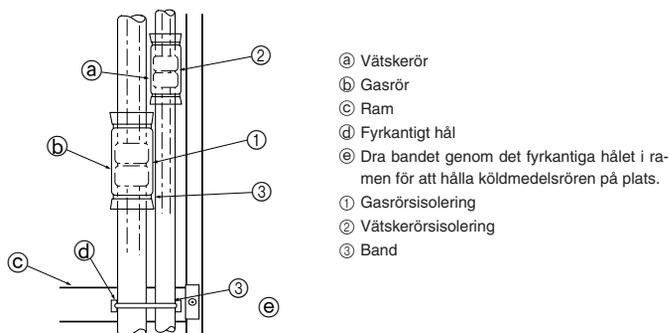

Fig. 4-5
Isolera flänskarvarna ① och ② på gas- och köldmedelsrören helt och hållet. Om någon av skarvarna är frilagd, kan kondens droppa ned. (Fig. 4-5)
- Fäst gasrörsisoleringen ① och vätskerörsisoleringen ② i båda ändar, så att de inte kan glida och hamna i linje med varandra.
- Efter det att isoleringen anbringats, ska bandet ③ användas till att fästa köldmedelsröret till ramen (under rörskarvsdelen). Detta förhindrar att köldmedelsröret lyfter ifrån ramen. (När köldmedelsröret inte ligger an emot ramen, kan inte galleret installeras.)